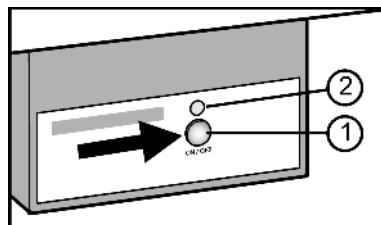

Fig. 29
- Appuyer sur la touche On/Off Fig. 29 (1) afin que la DEL Fig. 29 (2) s'allume.